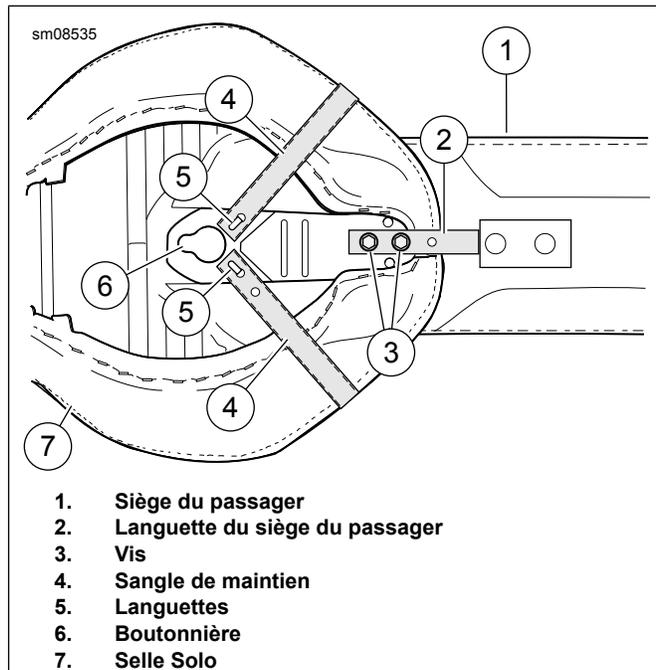

Figure 4. Pose de la sangle de maintien et du siège passager
6. Voir Figure 4. Fixer le siège du passager à la selle solo en glissant le support en métal sur le siège du passager par-dessus la selle solo. Attacher la languette métallique du siège du passager à la selle solo avec des vis à collet (3). Serrer au couple de 4,5–6,8 N·m (40–60 in-lbs).
7. Poser la sangle de maintien (4) sur le dessous de selle. Accrocher un côté de la sangle de maintien sur la languette (5) au-dessous de la selle. Faire une boucle au-dessus de la selle. Attacher l'autre côté à l'autre languette.